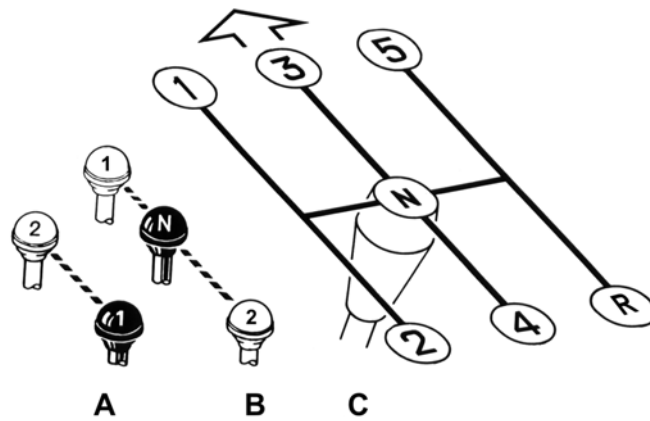

Рис. 5.18. Схема положения рычагов:
22 – рычаг переключения передач раздаточной коробки. Схема переключения см. рис. 5.18.
24 – рычаг включения блокировки межосевого дифференциала раздаточной коробки (для автомобилей с колесной формулой 4x4 и постоянным полным приводом). Схема включения см. рис. 5.18.
– рычаг включения переднего моста (для автомобилей с колесной формулой 4x4 и подключаемым полным приводом). Схема включения см. рис. 5.18.
25 – рычаг коробки передач. В коробке передач имеется предохранитель от случайного включения задней передачи при выключении 5-й передачи. Заднюю передачу включать после остановки автомобиля. При включении задней передачи в задних фонарях загорается свет заднего хода. Схема включения см. рис. 5.18.